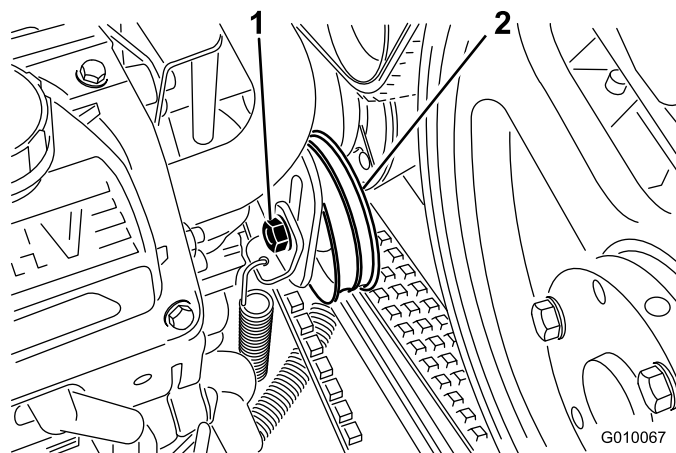

Figure 58
3. Desserrez le boulon de la poulie de tension de la courroie de pompe juste assez pour lui permettre de bouger dans la fente de réglage (Figure 58).